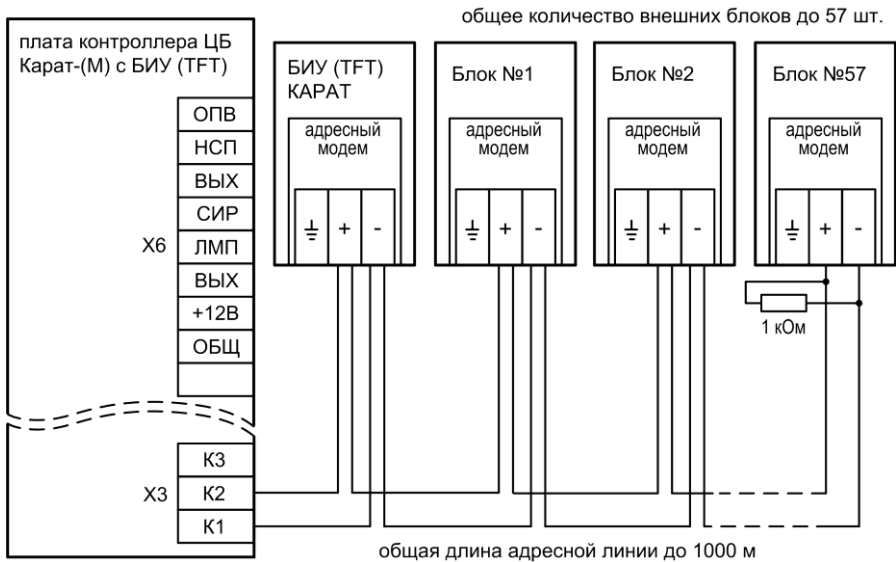

Рис.16 Подключение к центральному блоку БИУ TFT и внешних блоков
Подключение внешних блоков (блоки расширения, блоки реле, приборы управления) к прибору осуществляется по 2-х проводной адресной линии. В блок, который является последним в цепочке, устанавливается оконечный резистор 1 кОм – см. рис.16.
8). Подключите блок к адресной линии (рис.16).